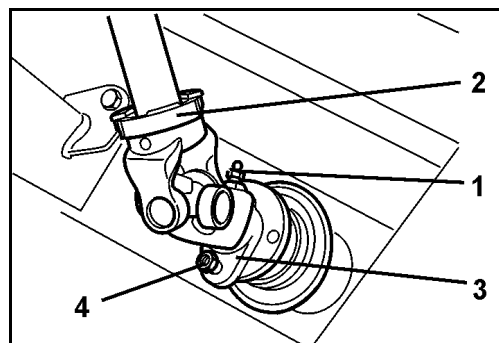

Рис. 47
6. Освободите пресс-масленку (Рис. 47/1) и установите карданный вал (Рис. 47/2).
7. Закрепите соединительную вилку (Рис. 47/3) срезным болтом (Рис. 47/4).
8. Вверните пресс-масленку (Рис. 47/1).